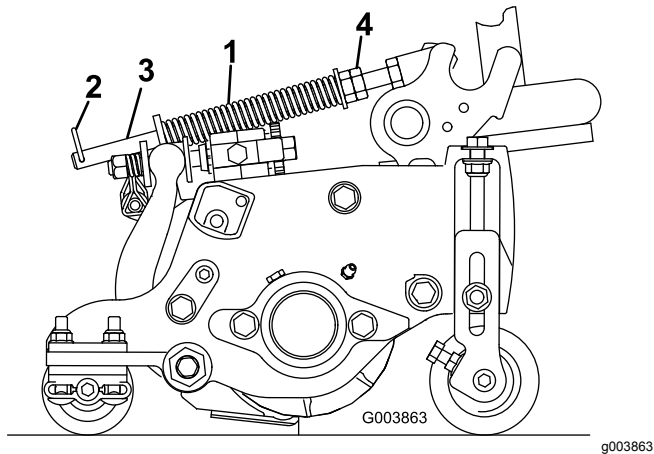

Figura 15
El muelle de compensación del césped (Figura 15) transfiere peso desde el rodillo delantero al trasero. Esto ayuda a reducir el patrón de ondulación en el césped.
1. Asegúrese de que el pasador de horquilla está instalado en el taladro del extremo de la varilla del muelle (Figura 15).
2. Apriete las tuerca hexagonales del extremo delantero de la varilla del muelle hasta que la longitud comprimida del muelle sea de 15,9 cm (Figura 15).